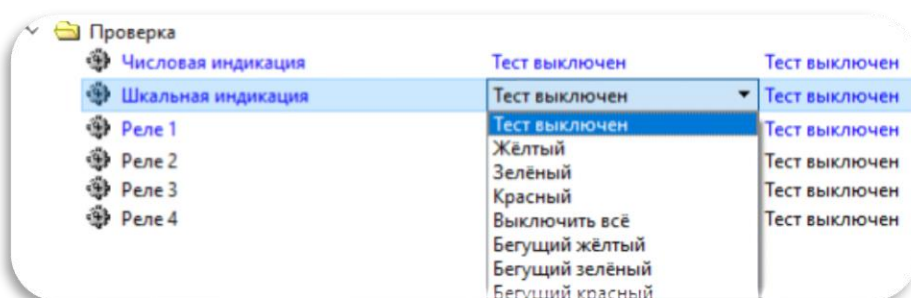

Рисунок 59 - Шкальная индикация
2.5.6.15.2 Шкальная индикация (Рисунок 59) – тестируется путем включения всех элементов шкалы (желтый, зеленый, красный) или поочередной проверки каждого элемента шкалы (бегущий желтый, бегущий зеленый, бегущий красный); также возможно выключить все сегменты или закончить тест;